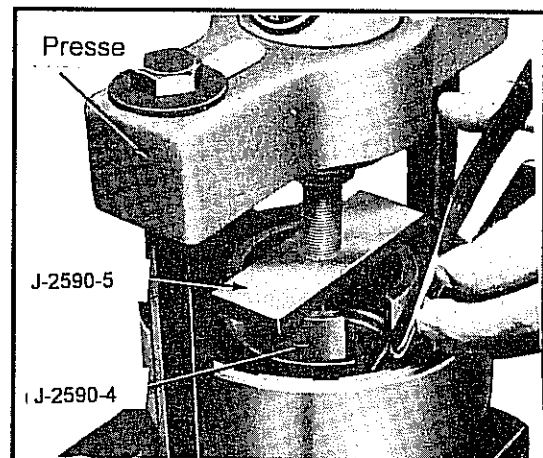

Abb. 10-93 Entfernen des Sprenglings an der Lam. Kupp. Vorwärtsfahrt
- Die Federn gleichzeitig mit einer Presse zusammendrücken, wie in Abb. 10-93 gezeigt.